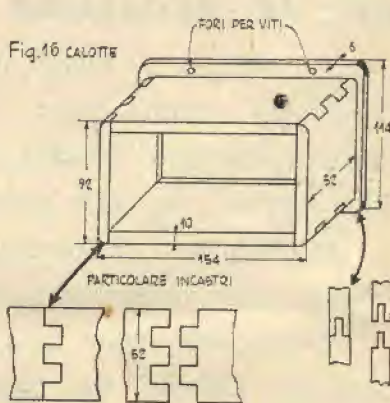

Fig.16 CALOTTE
**Calotte di protezione** — Sono in legno di faggio (fig. 16) e sono formate da due pezzi, che, una volta pronti e asciutti, si pialleranno e si uniranno per mezzo di colla e chiodi. Sono fatti con assicelle di millimetri 10x52x92 (N. 4 pezzi), millimetri 10x154x52 (N. 4 pezzi); millimetri 20x170x6 (N. 4 pezzi), millimetri 15x114x6 (N. 4 pezzi), uniti ad incastro come mostrano i particolari della fig. 16. Si deve avere molta cura nel tagliare questi pezzi, seguendo esattamente il tracciato.